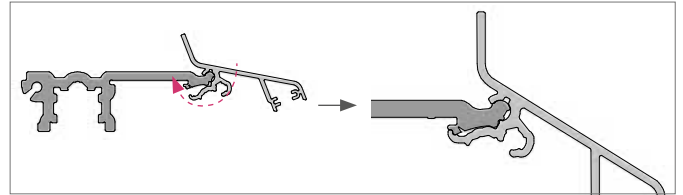

Abb. 1: Montage Wetterschenkel am Adapterprofil
- Wetterschenkel auf das Adapterprofil aufrasten. Dafür werden beide Teile ineinander gedreht bis sie hörbar einrasten (Abb. 1). Die Fixierung des Wetterschenkels erfolgt später durch Verschraubung am Flügel.
- Wetterschenkel auf das Adapterprofil aufrasten. Dafür werden beide Teile ineinander gedreht bis sie hörbar einrasten (Abb. 1).